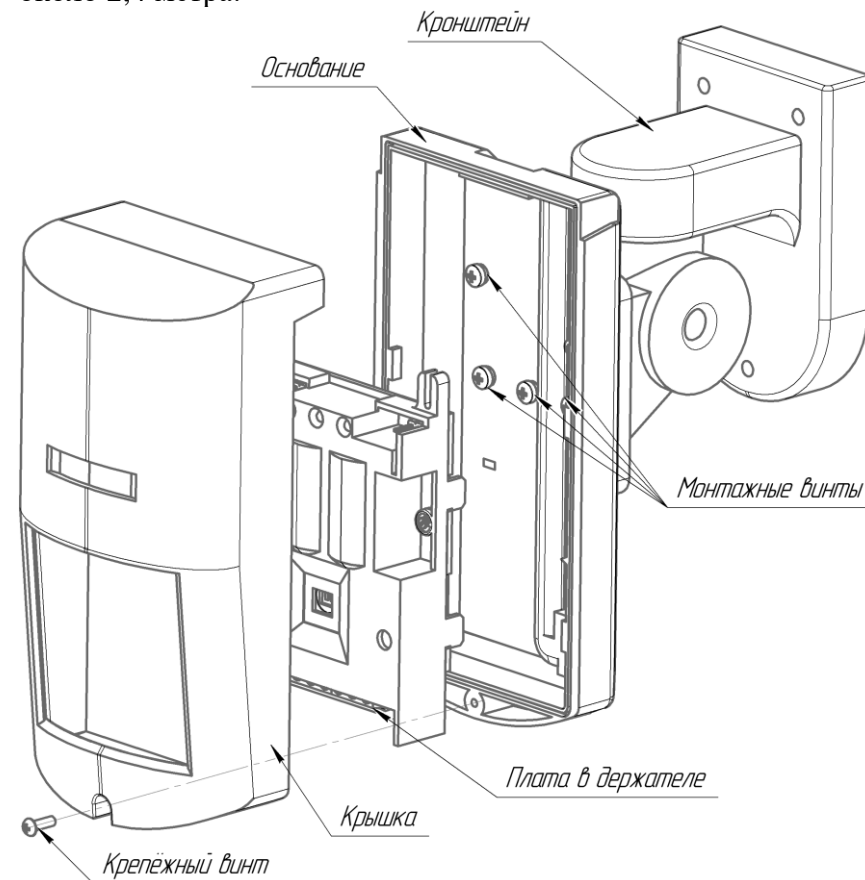

Рисунок 1
- б) открутите крепёжный винт, расположенный в нижней части лицевой панели (Рисунок 1)